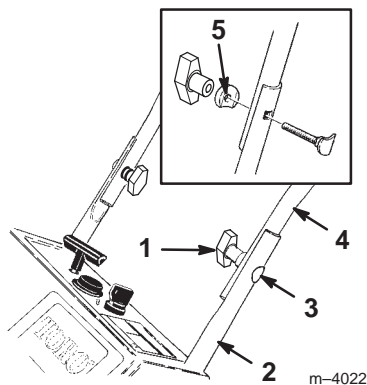

Figure 2
- Placez les extrémités de la partie supérieure du mancheron à l’intérieur de la partie inférieure, les trous en face les uns des autres (Fig. 2).
- Insérez les boulons à tête ovale à travers les trous alignés des parties du mancheron, les têtes des boulons se trouvant du côté extérieur du mancheron (Fig. 2).
Remarque : Veillez à bien aligner les boulons à tête fraisée bombée et les rondelles bombées (voir encadré à la Fig. 2).